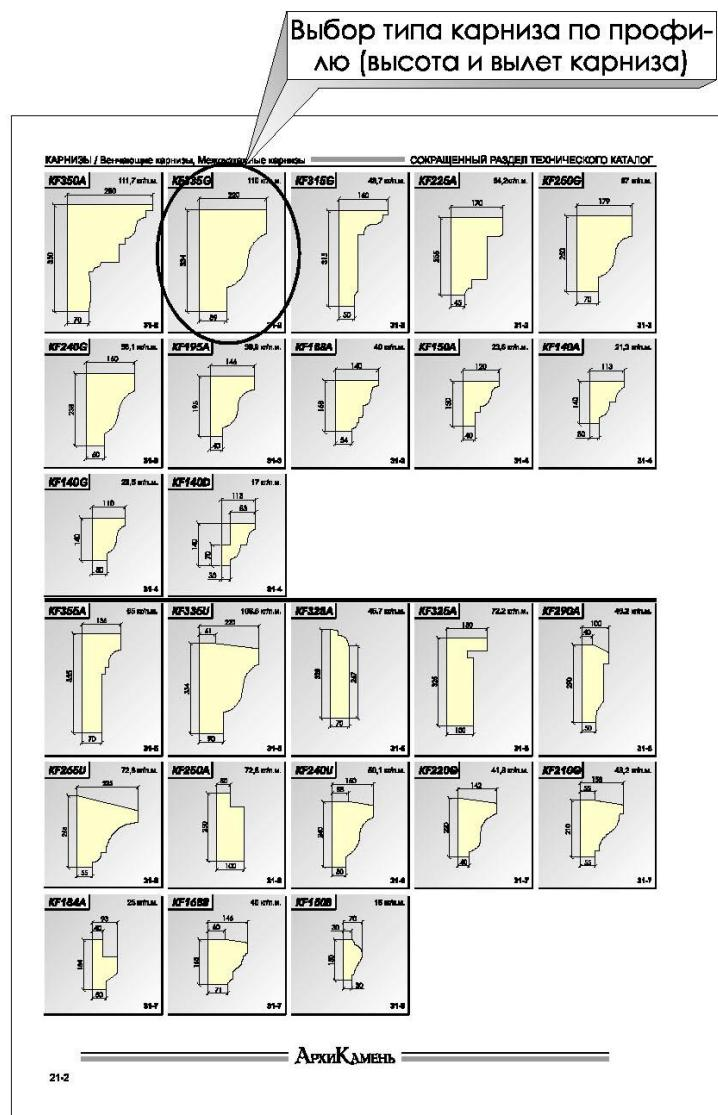

Рис. 2. Выбор типа карниза.
2. В "Сокращенном разделе технического каталога / Карнизы, Венчающие карнизы" выбираем тип карниза на стр. 21-2 (рис. 2. Выбор типа карниза). Выбираем карниз KF335G.